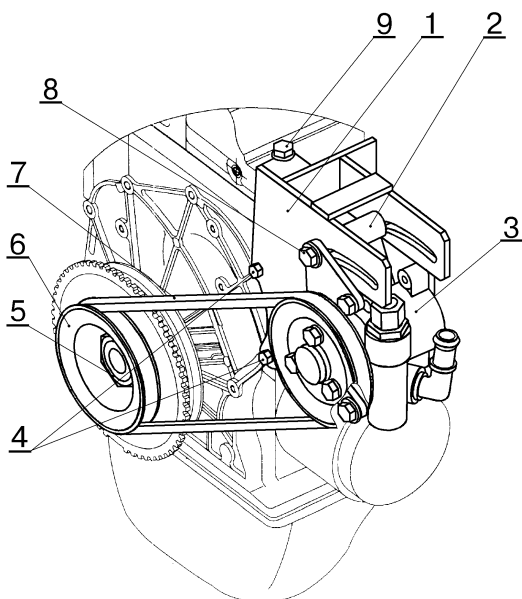

Рис.8. Установка насоса гидроусилителя:
3.37 Установить на двигатель кронштейн 1 2131-3407140 или 21214-3407140 (для автомобилей с двигателем 21214-1000260-10), рис.8, насоса гидроусилителя, завернуть и затянуть болты 4 и 9 крепления. Моменты затяжки: болтов М6х25 крепления со стороны крышки привода ГРМ 6...8 Н.м (0,6...0,8 кгс.м); болта М8х45 крепления головки цилиндров 32...38 Н.м (3,2...3,8 кгс.м); болта М8х16 крепления кронштейна к блоку цилиндров 17...25 Н.м (1,7...2,5 кгс.м) (головки сменные 10, 13, вороток, удлинитель, ключи динамометрические типа 02.7812-4006 и 02.7812-4013).